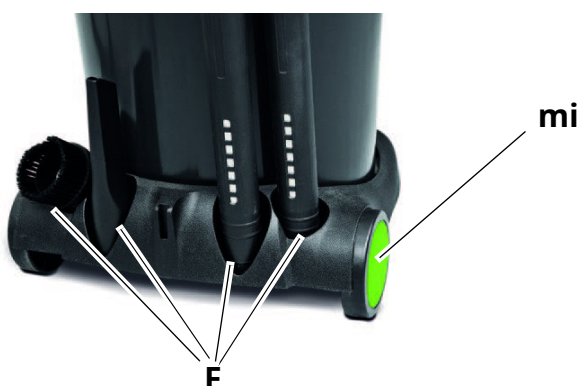

Fig. 10: Chasis de plástico y soportes
Los modelos wetCAT 133 IE, wetCAT 133 IR, wetCAT 137 E, wetCAT 137 R (Fig. 10) están equipados con funciones adicionales:
1. Chasis de plástico (elemento E, Fig. 10)
2. Soportes para boquillas y tubo de succión (Pos. F, Fig. 10)